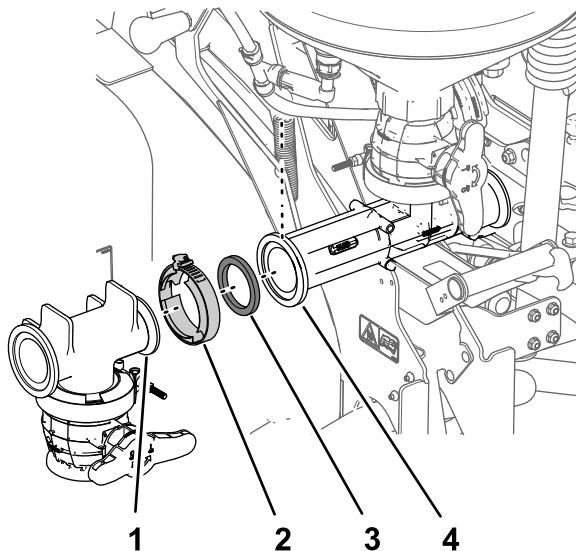

Figure 24
1. Orientez la bride du raccord en T du robinet de vidange vers la bride avant du mélangeur (Figure 24).
2. Montez le raccord en T sur le mélangeur avec un joint et un collier bride, et serrez le collier à la main (**Figure 24**).